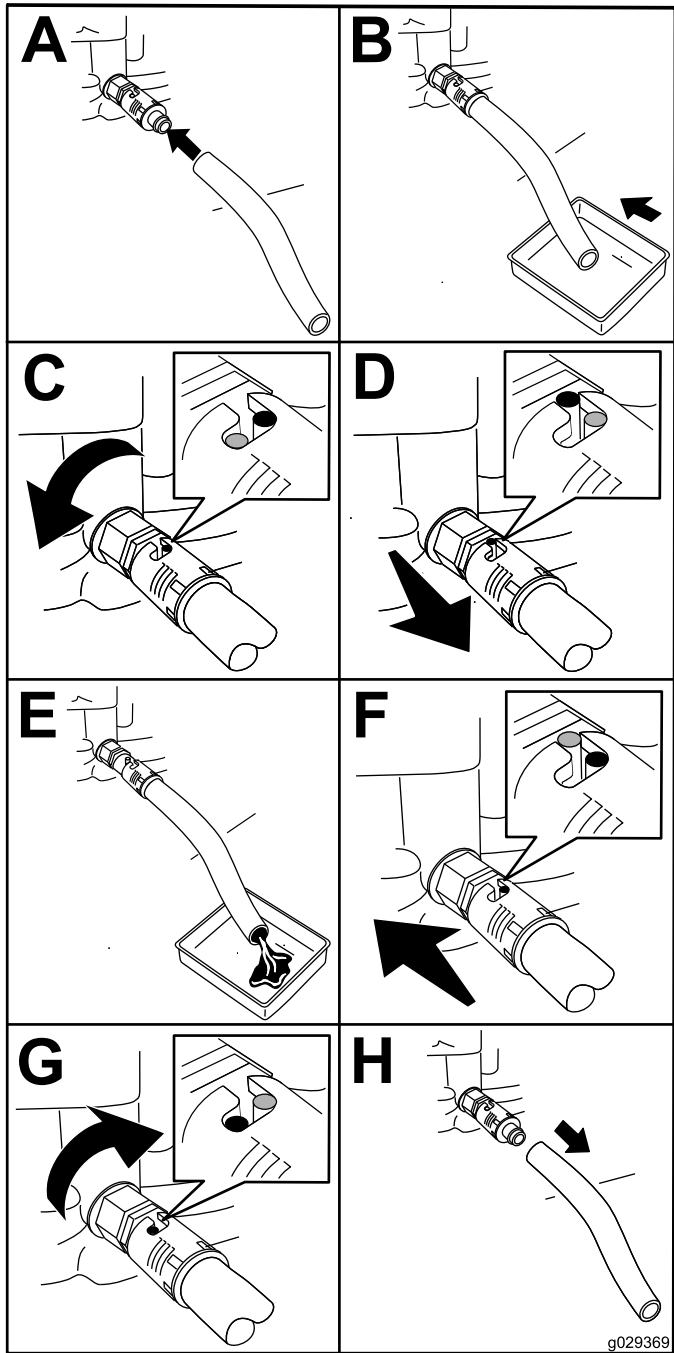

Figura 22
2. Drene el aceite del motor (Figura 22).